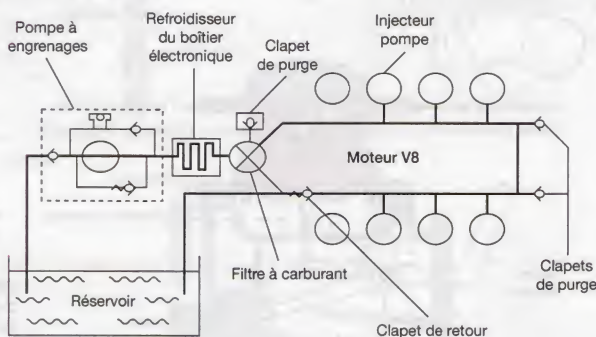

Figure 28.4. Schéma de principe de l'alimentation basse pression sur un moteur « V8 » avec « injecteur-pompe » (Doc. Scania)
- une pompe d'alimentation (souvent à engrenages) (fig. 28.4) ;
La basse pression passe dans un échangeur de température, incorporé au calculateur électronique, et permet le refroidissement de celui-ci (fig. 28.4).